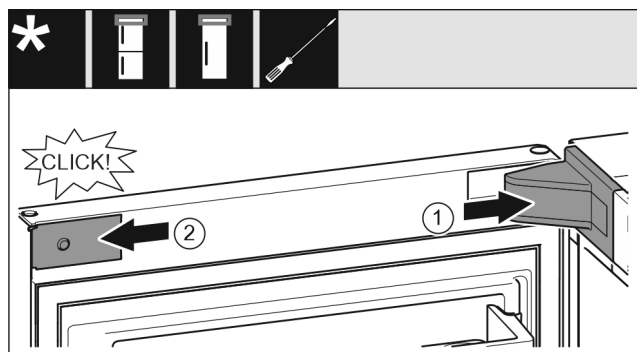

Fig. 24
- ▶ Påsæt hængselsafdækningen Fig. 24 (1), så den går i indgreb, og pres den evt. forsigtigt fra hinanden.
- ▶ Påsæt panelet Fig. 24 (2) på siden, så det går i indgreb.